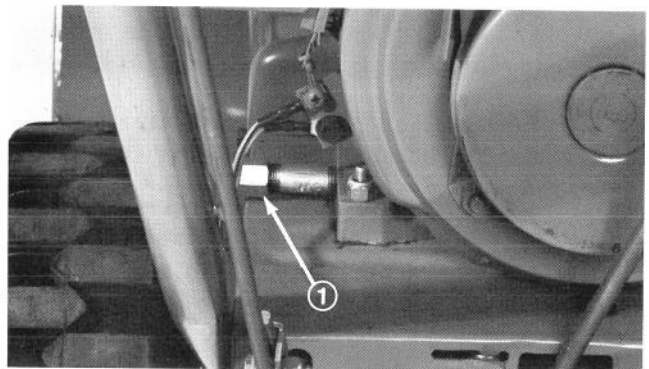

Figure 20
3. Nettoyez le tour du bouchon de vidange. Ensuite, glissez le bac de vidange sous le tube de vidange, puis enlevez le bouchon (Fig. 20).